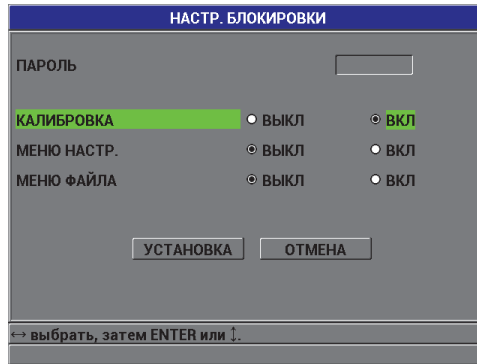

Рис. 5-11 Экран НАСТРОЙКА БЛОКИРОВКИ
2. В окне **НАСТР. БЛОКИРОВКИ** (см. Рис. 5-11 на стр. 106), если пароль установлен, введите его в поле **ПАРОЛЬ**.